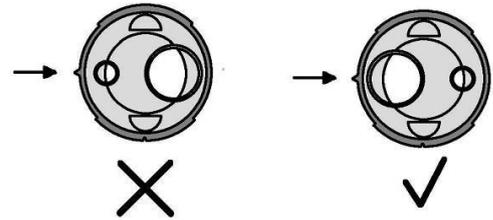

Fig. 2
2. Asegúrese de que la protuberancia triangular del tapón de la punta del aplicador esté colocada directamente sobre el puerto más grande (fig. 2). De lo contrario, sostenga el vástago de la punta del aplicador y gire la tuerca para que la protuberancia quede sobre el puerto más grande.